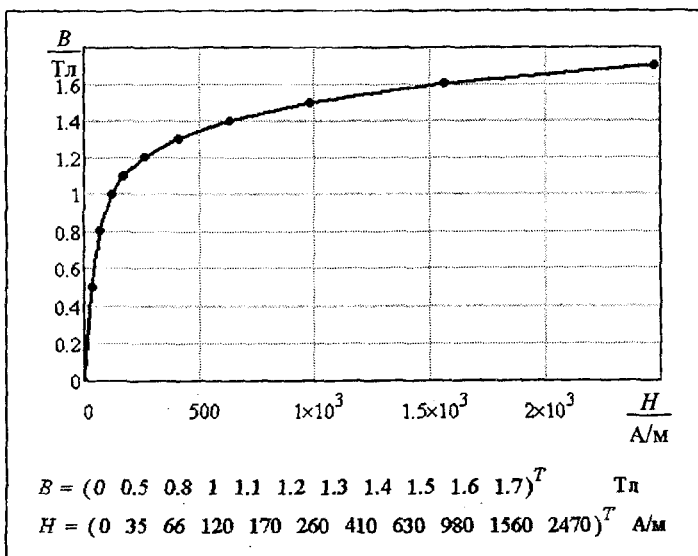

Рис. 1.17
**Решение.** 1. На кривой намагничивания материала сердечника  $B(H)$  (рис. 1.17) выбирают 10...15 точек. Координаты выбранных точек оформляют в виде матриц.